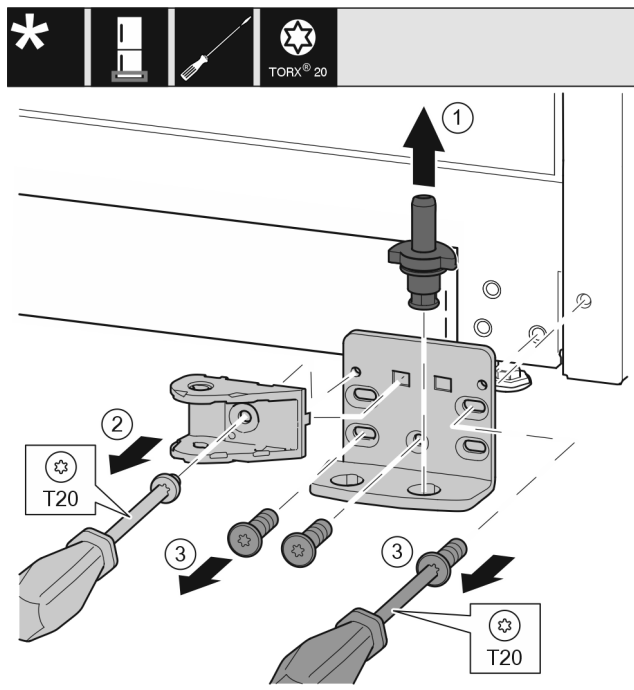

Fig. 23
- ▶ Extrageți complet bolțul de lagăr în sus. Fig. 23 (1)
- ▶ Extrageți prin rotire șuruburile cu șurubelnița T20 și detașați îmbinarea amortizorului de închidere. Fig. 23 (2)
- ▶ Extrageți prin rotire și detașați șuruburile cu șurubelnița T20. Fig. 23 (3)